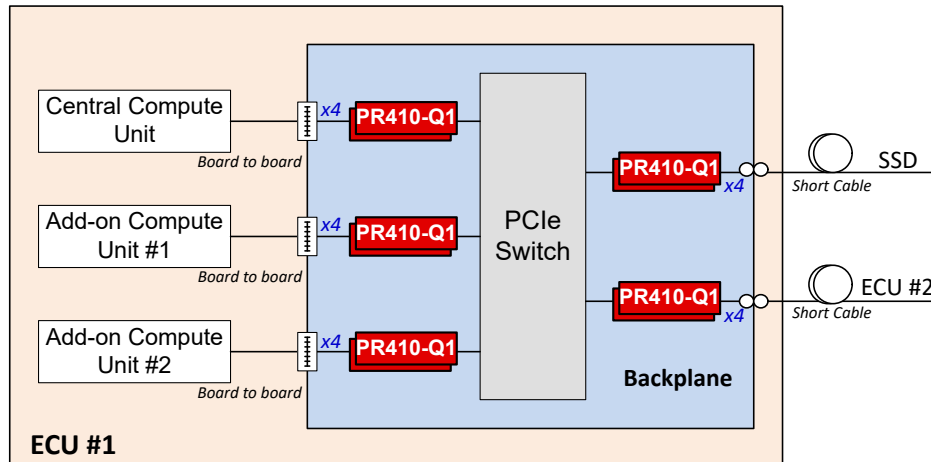

図 7-2. 自動車用 ECU における PCIe x4 リンク
DS160PR410-Q1 は、自動車アプリケーションで送信信号および受信信号をブーストし、ホストまたはルート コンプレックス プロセッサから **PCI Express** エンドポイント (EP) へのリーチを拡張するために使用できます。図 7-2 は、自動車用 ECU (電子制御ユニット) を示しており、PCIe リンクが基板間コネクタを介して ECU 内の複数のコンピュータ ユニットの相互接続するために使用され、その際 DS160PR410-Q1 が信号コンディショニング機能を提供します。リドライバは、短いケーブルを用いて ECU 外部での PCIe リンクも可能にします。この例では、説明のために x4 リンクを示していますが、他のバス幅も利用可能です。